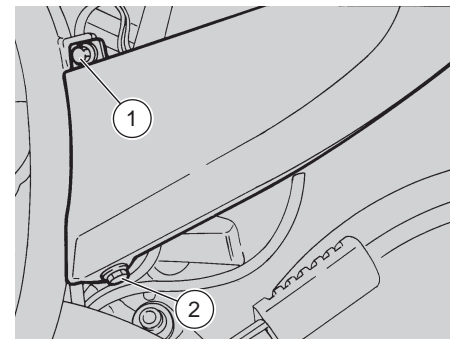

Fig. 46
- ◆ Togliere le due viti (1, 2 - Fig. 46).